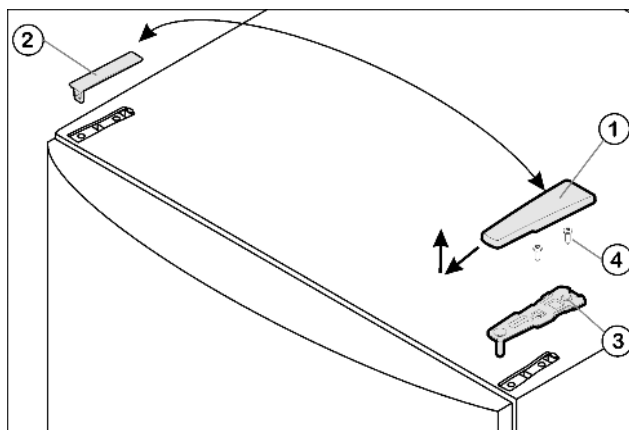

Fig. 4
- Kryt Fig. 4 (1) stáhněte dopředu a nahoru.
- Kryt Fig. 4 (2) zvedněte.
- Horní stojan ložiska Fig. 4 (3) odšroubujte (2 krát Torx® 25) Fig. 4 (4) a stáhněte nahoru.
- Horní stojan ložiska *Fig. 4 (3)* vložte na nové straně závěsu do dvířek.
- Horní stojan ložiska přišroubujte (s 4 Nm) (2krát Torx® 25) *Fig. 4 (4)*. Díry pro šrouby případně předem propíchněte nebo použijte akumulátorový šroubovák.
- Kryt *Fig. 4 (1)* a kryt *Fig. 4 (2)* vždy na opačné straně zvenku nasadte a zaklesněte.